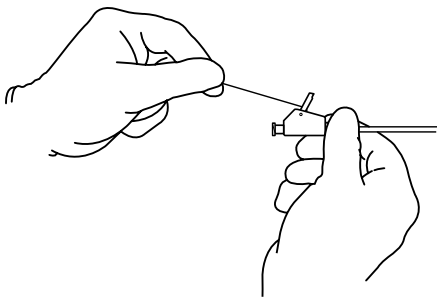

Fig. 1
- a. Estabilize o conjunto de conector Mac-Loc com uma mão e puxe o fio de sutura para trás para criar a configuração em ansa na parte distal do stent. (**Fig. 1**)